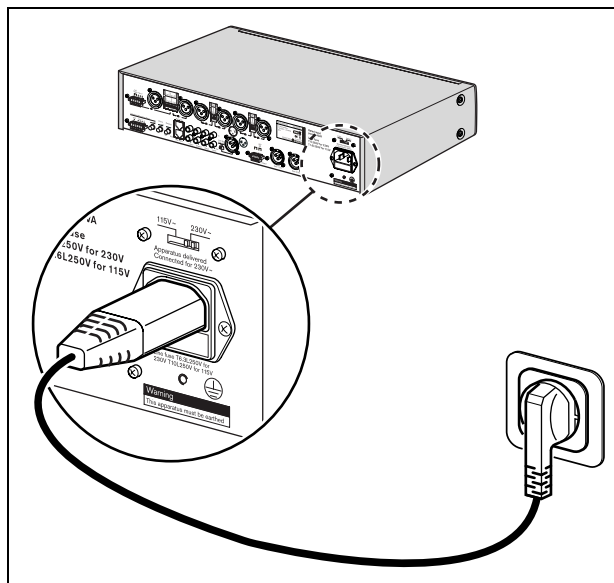

рисунок 5.1: Переключатель напряжения
- 1 Проверьте, чтобы переключатель напряжения (115В/ 230В) был установлен в соответствии с напряжением в сети, принятом в вашей стране (see рисунок 5.1).